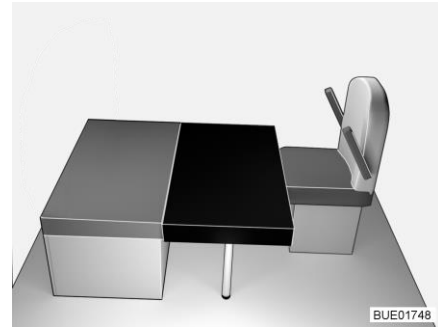

Bild 156 Efter ombyggnaden
- Lägg den rektangulära extra dynan på bordet (framför sittbänkens sittedyna, se Bild 156). Urklippet i den extra dynan ligger då vid den främre stödväggen.